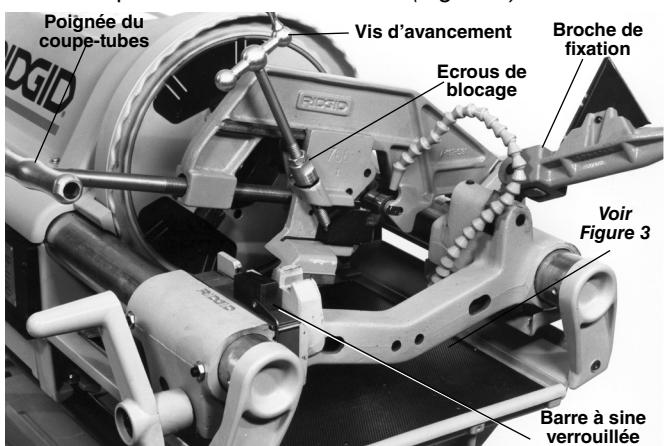

Figure 2 – Coupe-tubes à couteau n° 766 installé (avec tête de filetage)
- Retirez la broche de fixation du coupe-tubes à galets n° 764 afin de retirer celui-ci de la fileteuse et le remplacer par le coupe-tubes à couteau n° 766 (Figure 2).
- Sur la 1224, dégarez la barre à sine du mandrin et rabattez son loquet pour la verrouiller au chariot (Figure 2).